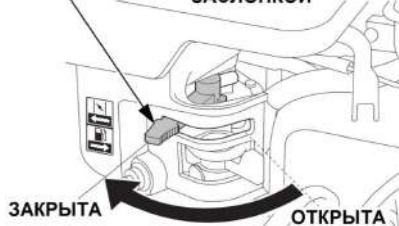

Рис. 21 Рычаг управления воздушной заслонкой
3. Закройте воздушную заслонку карбюратора. Для этого переведите рычаг управления воздушной заслонкой в крайнее левое положение (Рис. 21).